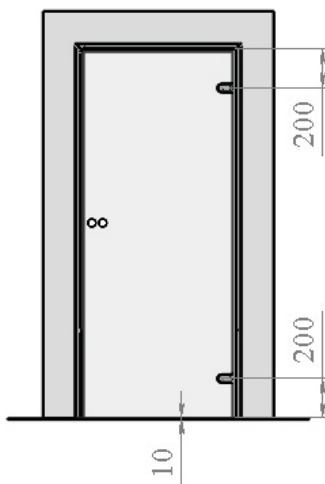

Рис.6
- 3.1 Установить на коробку петли (согласно чертежу установки фурнитуры, с учётом зазоров), навесить дверное полотно и отрегулировать его относительно дверной коробки (Рис.6).